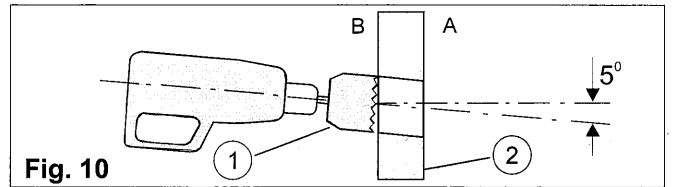

Fig. 10
1. Marque la ubicación de los agujeros como muestra la Fig. 10 y taladre con un ángulo de 5° hacia abajo.